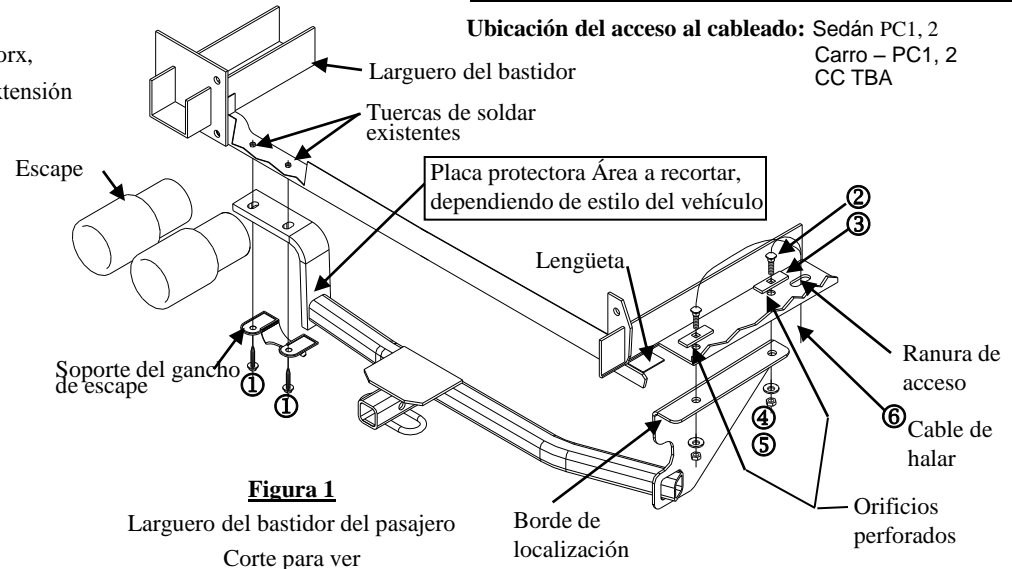
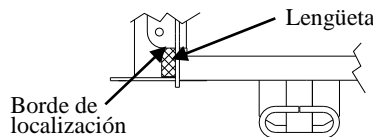

Figura 1
Figura 2
①	Cant. (2)	Perno M8 X 1.25 X 55 CL 9.8	④	Cant. (2)	Arandela cónica 7/16"
②	Cant. (2)	Perno de carruaje 7/16-14 X 1.50 GR5	⑤	Cant. (2)	Tuerca 7/16-14
③	Cant. (2)	Bloque ¼ X 1 X 3	⑥	Cant. (1)	Cable de halar
1. Retire la placa protectora que cubre el larguero del bastidor del costado del pasajero del vehículo quitando los (5) tornillos Torx. Devuelva la cubierta de la placa protectora plástica y los tornillos al propietario del vehículo. Retire las dos tuercas plásticas de las lengüetas de la placa protectora (no deseche).
2. Retire los dos pernos del soporte del gancho de escape como se muestra en la **Figura 1** para bajar el escape. Devuelva los pernos al propietario.
3. Deslice el soporte del lado del conductor por encima del soporte de escape. Nota: Instale el soporte del enganche entre el bastidor y el soporte del gancho de escape. Con los pernos (2) M8 de apriete sin presión los tornillos. Nota: Rote el enganche para una fácil instalación.
4. Alinee el soporte del pasajero con el borde de localización y la lengüeta, vea la **Figura 2** (revise el enganche para la alineación perpendicular del vehículo verificando que el soporte esté plano contra el larguero del bastidor). Podría ser necesario empujar el soporte del costado del pasajero plano contra el larguero del bastidor. Luego, con el enganche como plantilla marque las ubicaciones de los orificios. Perfore los orificios de 1/2". Opcional: Baje el enganche para perforar dos (2) orificios de 1/2" en los largueros del bastidor. Repita el paso 3.